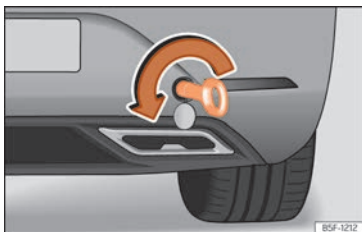

Fig. 54 En el lado derecho del paragolpes trasero: argolla de remolque enroscada.
»» **fig. 54**»» ❶. Utilice un objeto adecuado con el que pueda enroscar completa y firmemente la argolla de remolque en su alojamiento.
❶ CUIDADO